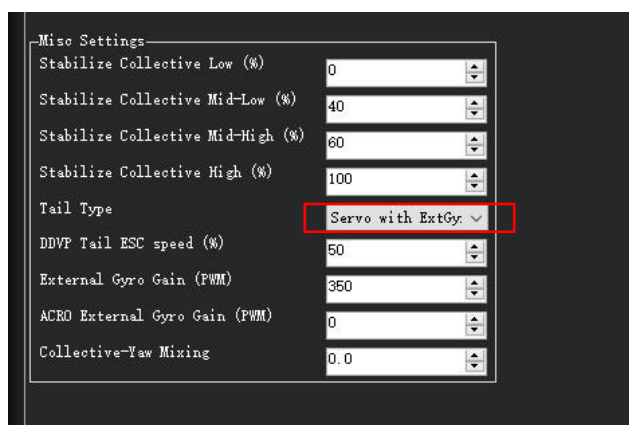
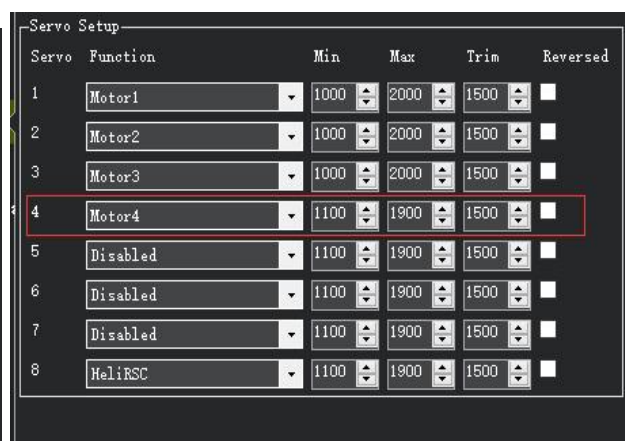

图 3 配置成 Servo with External Gyro
图 4 配置输出通道
2. Servo with External Gyro：使用带外置陀螺仪的锁尾舵机控制，ArduPilot 仅输出偏航需求，而无需通过外部陀螺仪提供直接偏航姿态稳定。如下图 3 所示，在 Tail Type 下拉菜单中选择 Servo with External Gyro 即可配置为使用带外置陀螺仪的锁尾舵机控制。如下图 4 所示，将参数 SERVOx\_FUNCTION 设置成 Motor4 来控制尾舵机（默认为 4 通道输出）。